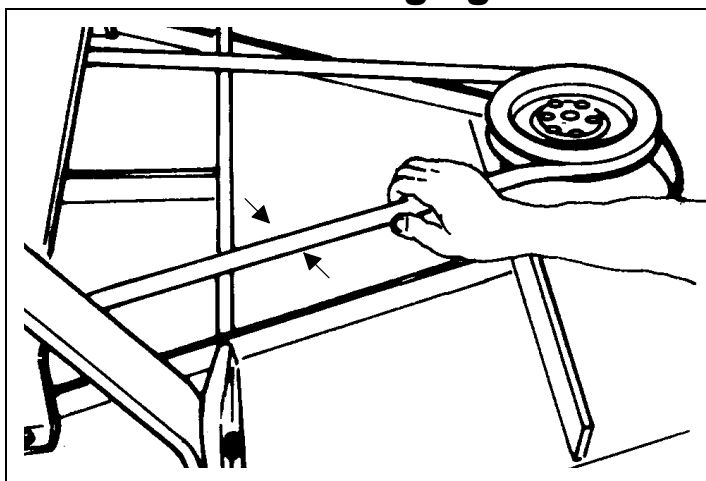

Fig. 12
La tension correcte se contrôle en appliquant sur la courroie, environ à la moitié de la partie libre entre les poulies, une poussée égale à 5-6 kg. La flèche de fixation de la courroie ne doit pas dépasser 8 à 10 mm. (voir fig. 12).
10. Tourner la vis de réglage dans le sens inverse des aiguilles d'une montre pour tirer en arrière la poulie motrice et provoquer la tension des courroies (**voir fig. 12**).